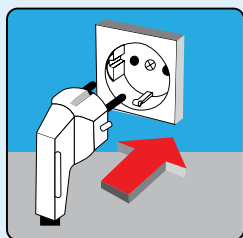

FIGURA 11
- Se il vostro prodotto è stato scosso durante il trasporto e il posizionamento, in attesa di essere raffreddato (1) ora senza correre. Così, se l'olio nel compressore è infetto, di nuovo. Se funziona senza prestare attenzione a questa situazione, si può danneggiare il compressore.
- Collegare il vostro prodotto a una presa stabilita in conformità delle norme, ha solo 220-240V/50 corrente Hz alternata. (Figura 11)